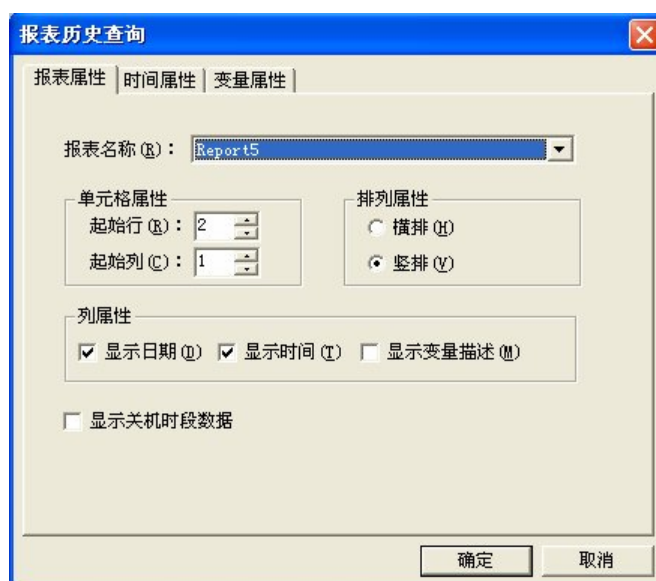

图 8-19
- 4、单击“文件”菜单中的“切换到 VIEW”命令，运行此画面。单击“历史数据报表查询”按钮，弹出报表历史查询对话框，如图 8-19 所示：
报表属性页：在报表属性页中您可以设置报表查询的显示格式，此属性页设置如图 8-19 所示。